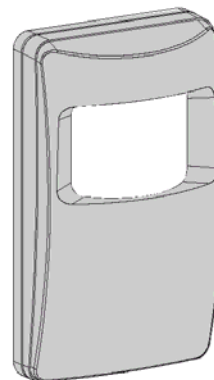

Рисунок 1. Внешний Вид
- Выверните винт крепления внизу (см. Рисунок 1) и снимите крышку.